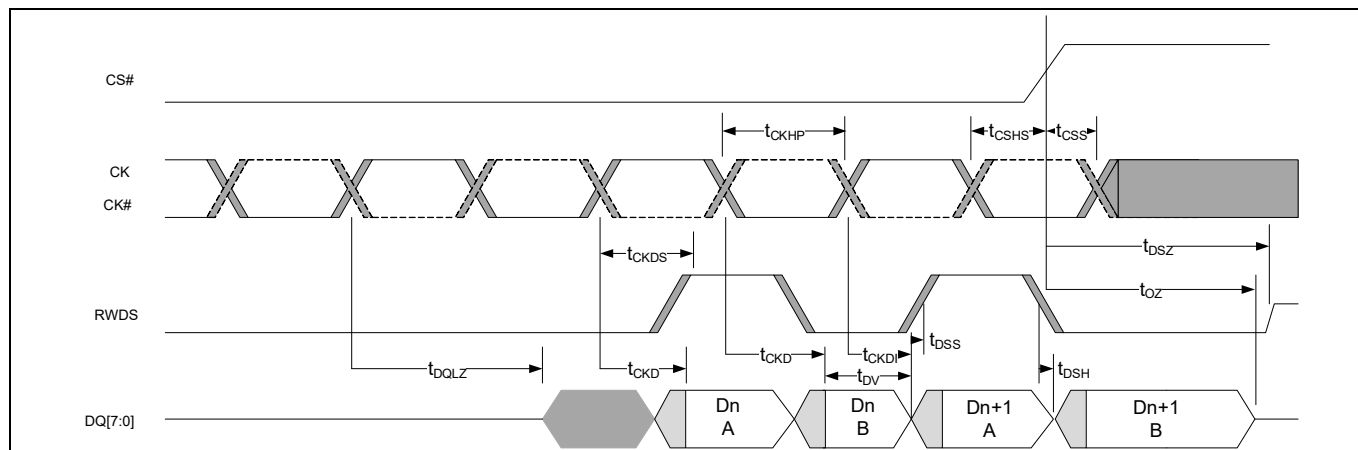

Figure 38 データ有効タイミング [58, 59, 60]
56. データ有効タイミングについては、Figure 38 を参照してください。